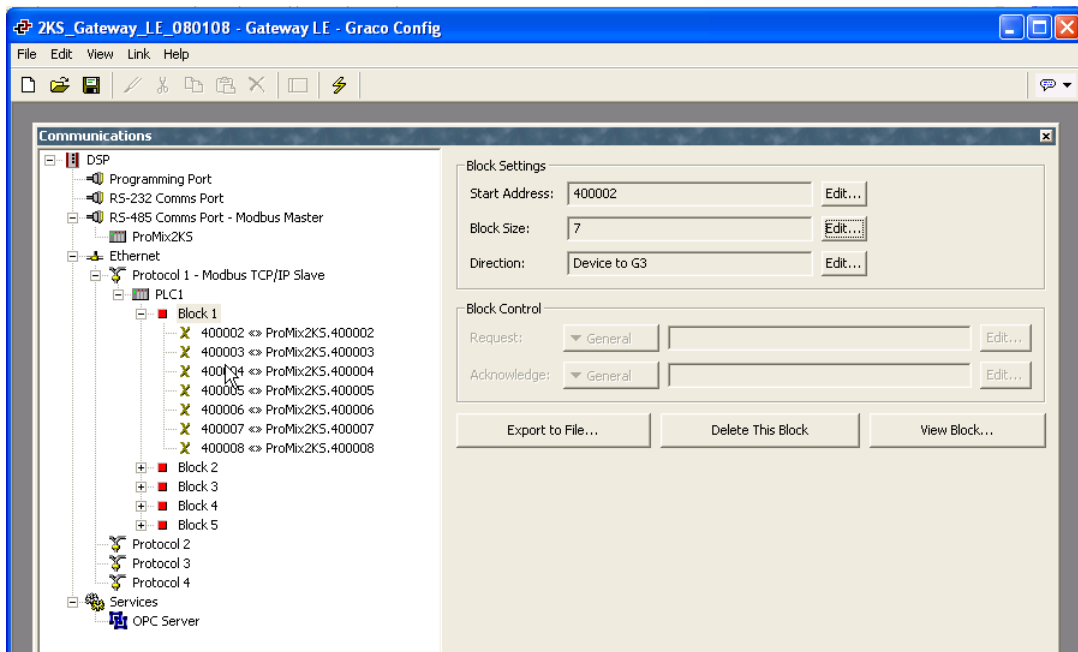

FIG. 25: Datos de asignación de bloques
4. Vea la FIG. 25. Haga clic en OK (Aceptar). El intervalo de direcciones aparecerá junto al bloque apropiado en el lado izquierdo de la ventana.